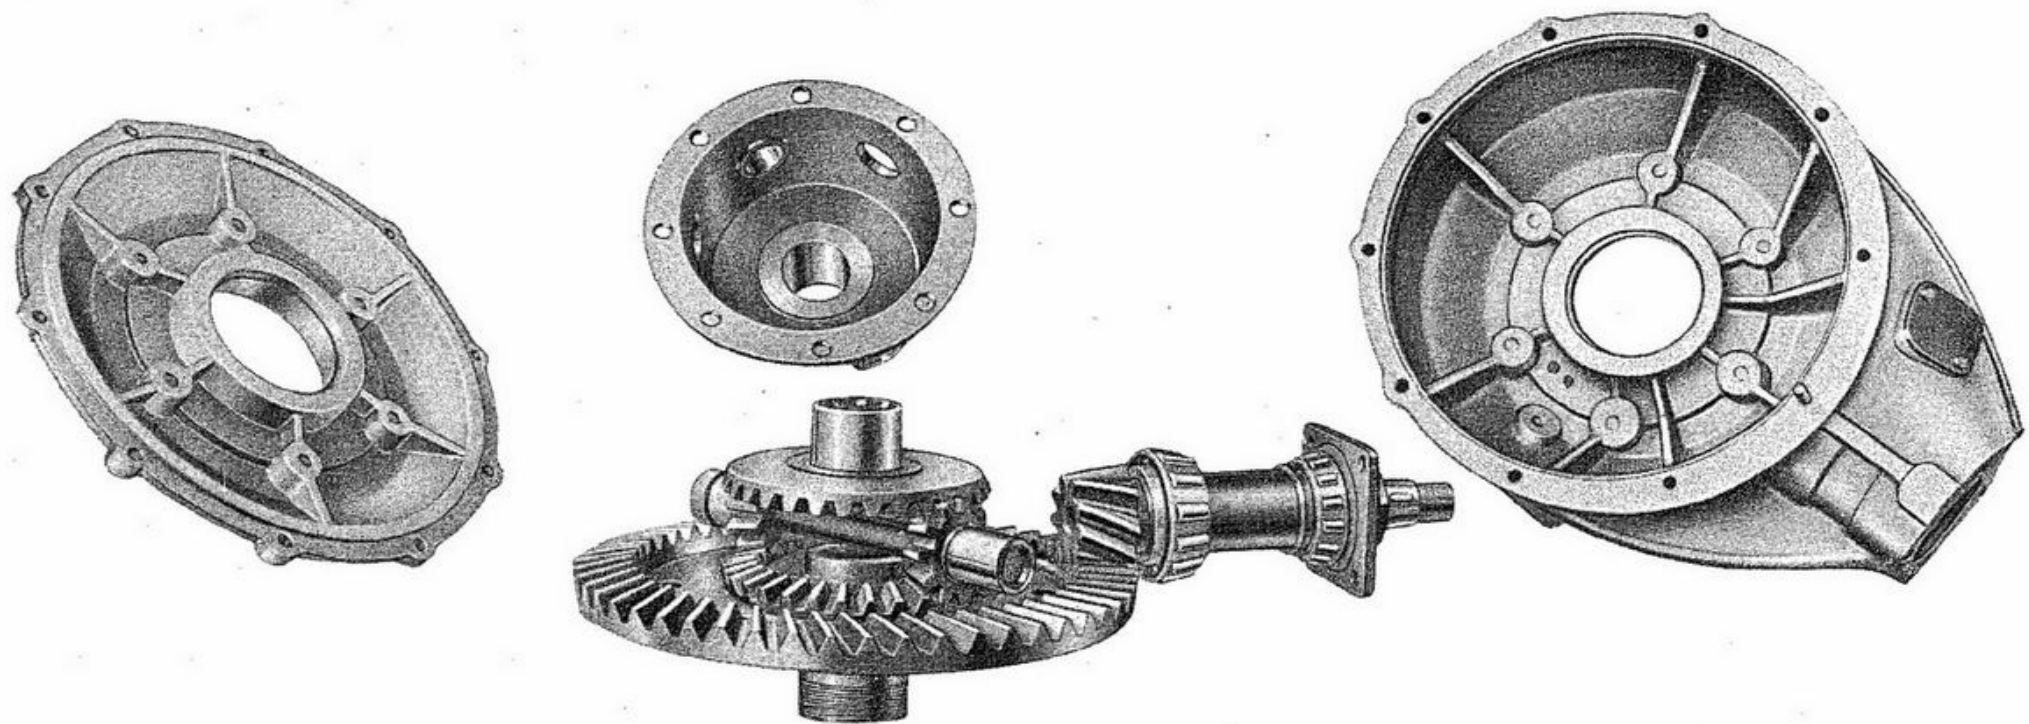

Fig. 51 - Scatola del differenziale smontata
- la copiglia, la spina e la boccola dall'albero porta satelliti, poi sfilare l'albero e togliere dalla scatola i due satelliti e il secondo planetario (vedere fig. 51).